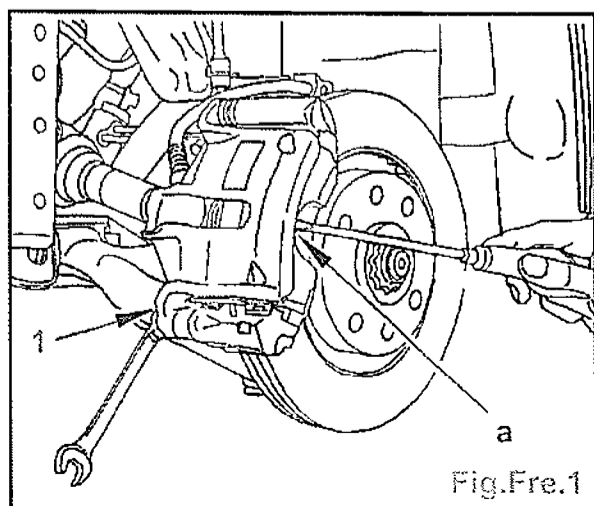
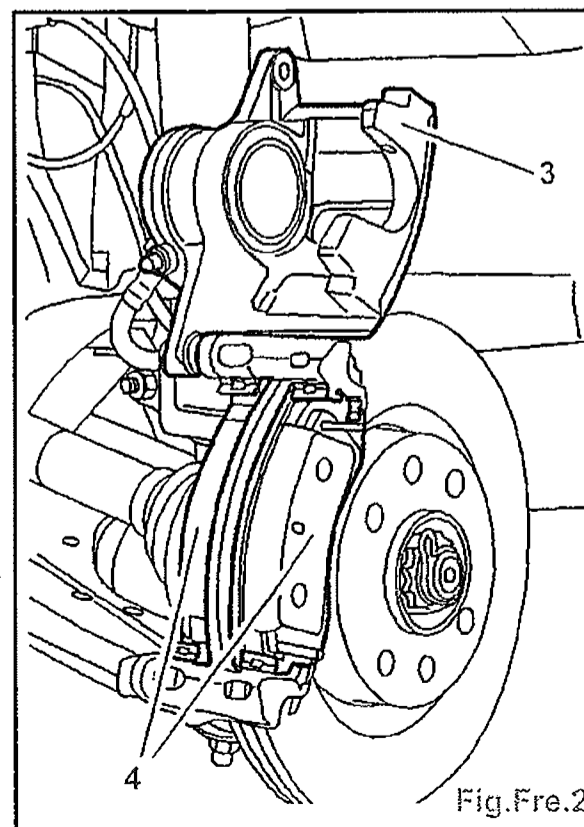

Fig.Fre.1
Fig.Fre.2
- Repousser le piston en faisant lever en (a) (Fig.Fre.1).
- Déposer la vis (1).
- Basculer l'étrier de frein (3) (Fig.Fre.2).
- Déposer les plaquettes de frein (4).